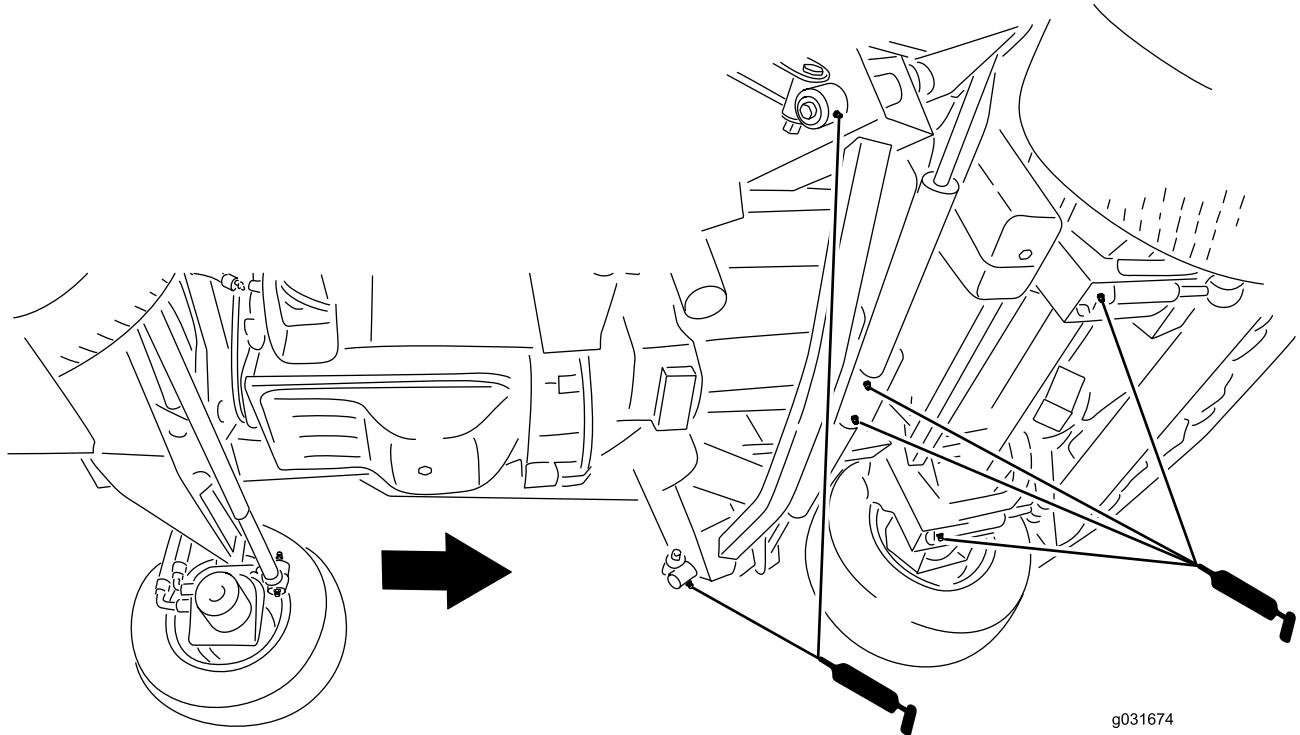

Bild 80
- 2 Stoßarme (Bild 80)
- 2 Frontmähwerk-Hubzylinder-Drehzapfen (Bild 80)
- 2 Seitmähwerk-Hubzylinder-Drehzapfen (Bild 80)